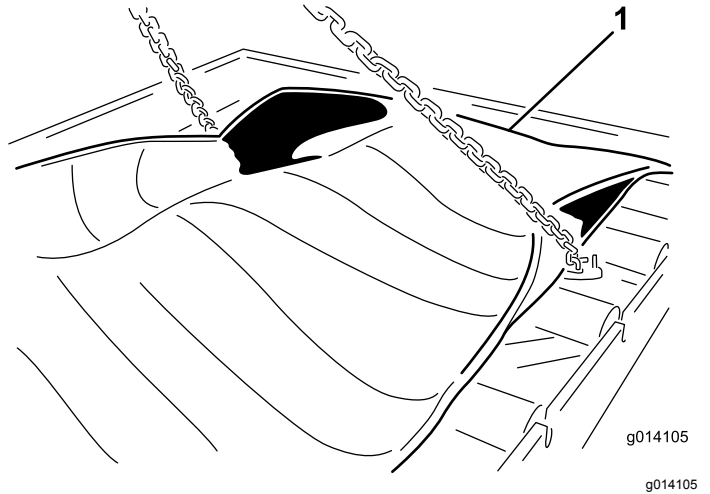

Figura 59
- Retire los 24 pernos para liberar el casete (Figura 59).